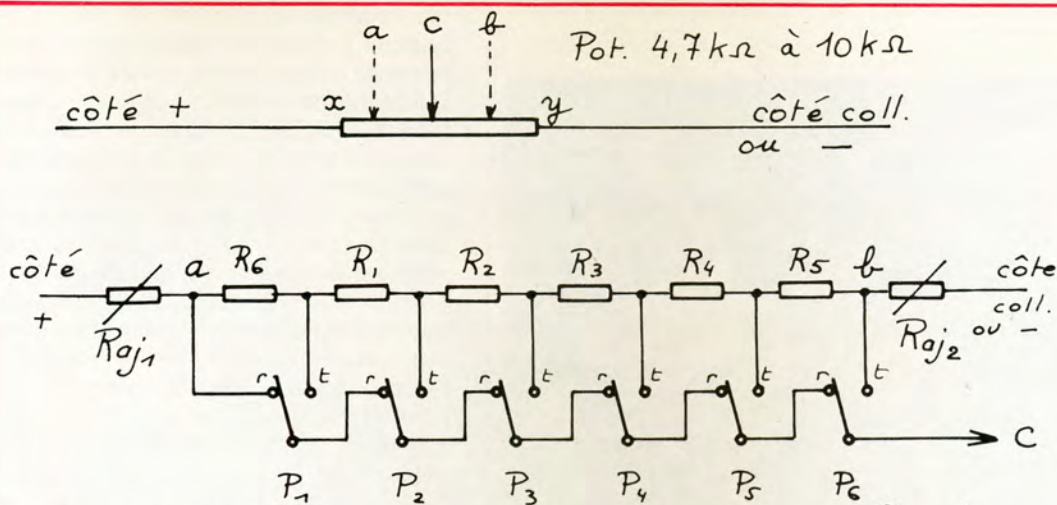

Fig. 9. - Modification d'un codeur à « potentiomètres ».
a) Le potentiomètre de voie est effectivement monté en potentiomètre (3 fils). C'est le cas des émetteurs à codeurs à transistors et des tous nouveaux codeurs à amplis OP (voir la figure 9). Le curseur du potentiomètre évolue normalement entre les positions a et b. Mesurer soigneusement à l'ohmmètre les résistances des sections xa, ab, et by. La somme des trois redonnant normalement la valeur du potentiomètre. Il faudra remplacer le potentiomètre par le montage à 6 poussoirs. Chaque résistance R est donnée par :